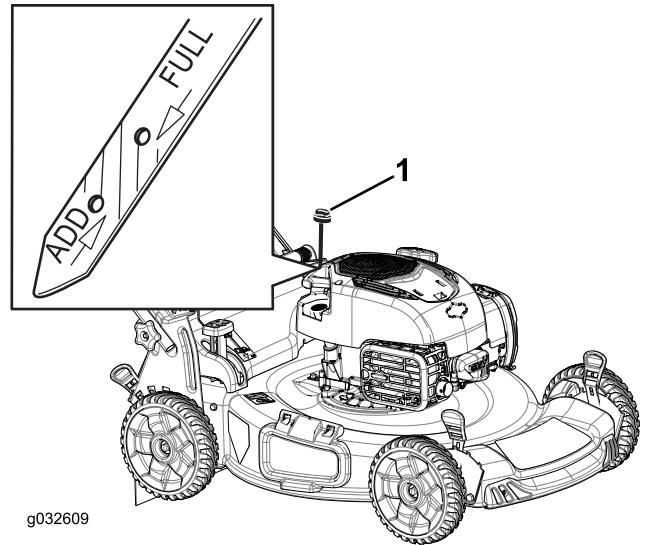

Figura 16
2. Togliete l'asta di livello (Figura 16).
5. Controllate il livello dell'olio sull'asta (Figura 16).
- Se il livello dell'olio è inferiore al segno di aggiunta sull'asta di livello, versate lentamente una piccola quantità d'olio nel relativo tubo di riempimento, attendete 3 minuti e ripetete i passaggi da 3 a 5, fino a quando il livello dell'olio non raggiunge il segno di pieno sull'asta di livello (Figura 16).